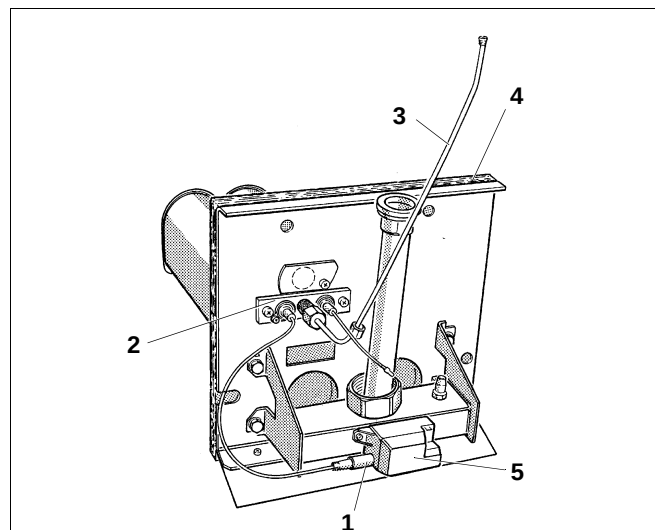

Fig. 43 Brûleur
- Retirer la fiche de raccordement de l'allumeur par impulsions électriques (fig. 43, **pos. 1**).
- Détacher la conduite de gaz de départ (fig. 43, **pos. 3**) du brûleur d'allumage (fig. 43, **pos. 2**).
- Dévisser les deux vis du brûleur d'allumage et le retirer précautionneusement (fig. 43, **pos. 2**).
- Plonger les rampes du brûleur dans l'eau additionnée d'un produit nettoyant et les brosser. Veiller à ne pas mouiller l'isolation (fig. 43, **pos. 4**) du bouclier du brûleur ni l'allumeur par impulsions électriques (fig. 43, **pos. 5**)! Dévisser éventuellement ce dernier.
Légende pour fig. 43